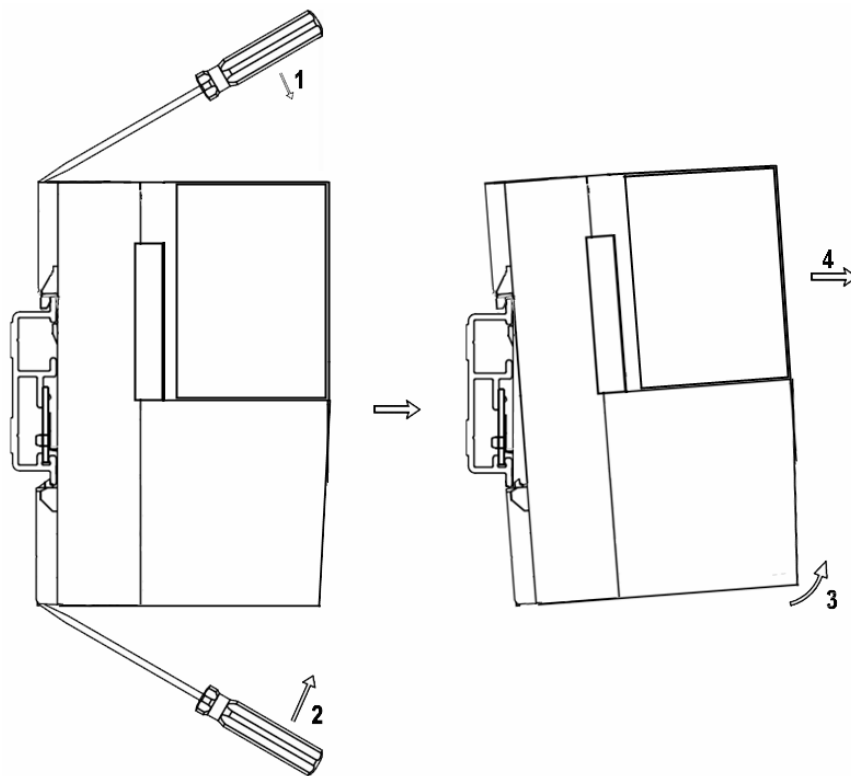

图 3-13 拆卸图
1. 控制器模块拥有两对活动卡扣，模块倾斜一定角度后，将模块上方的两个卡扣卡向导轨上侧（图 3-13 箭头 1 所示），并调整模块横向位置，使之两侧与导轨 PCB 上槽位分割线对齐，确保模块上导向销和接插件连接顺畅；
2. 旋转模块，使模块下方的卡扣卡入导轨的下侧（图 3-13 箭头 2 所示）。
2. 用一字螺丝刀分别松开模块上、下方的四个活动卡扣（图 3-13 箭头 1、2 所示）。
3. 然后绕模块上侧旋转模块（图 3-13 箭头 3 所示）。
4. 移走模块（图 3-13 箭头 4 所示）。